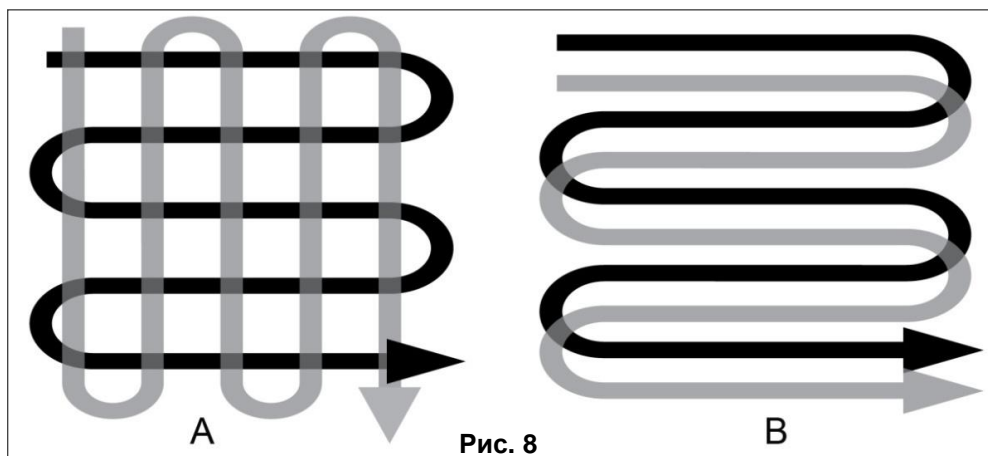

Рис. 8
- Траектория обработки почвы (А)(См. Рис.8) предусматривает два прохода через возделываемую зону, второй проход под прямым углом к первому.
- Траектория обработки почвы (В)(См. Рис.8) предусматривает два прохода через возделываемую зону, второй внахлест первого.